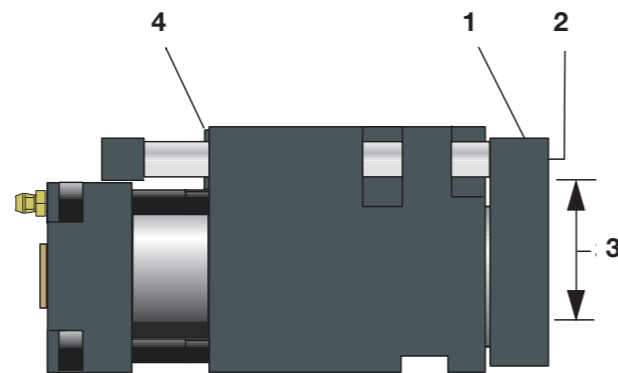

Figure 12:
8.2 Compact cam 2018.11. (Fig. 12)